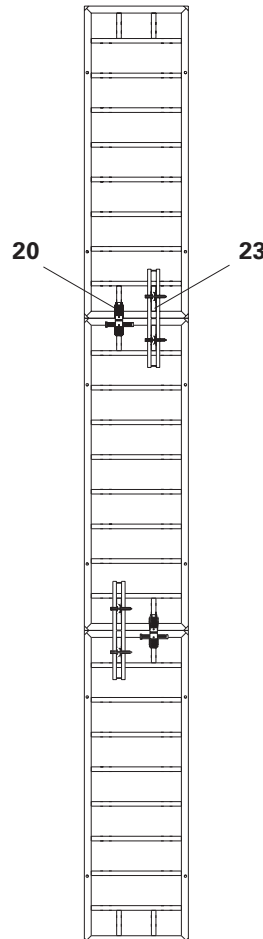

Fig. A15.03a
Qualora le unità sovrapposte superino i 5,40 m, i giunti tra gli elementi richiedono l'impiego della morsa BFD (20) e dell'allineatore TAR 85 (23). (Fig. A15.03a, A15.03b).